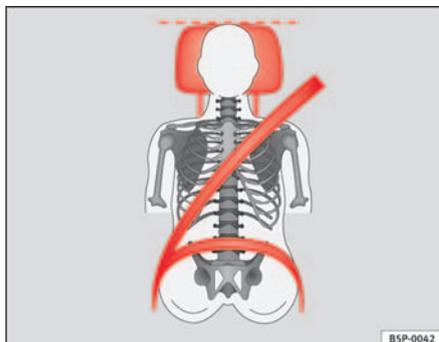
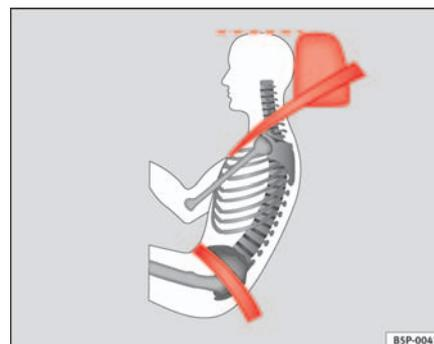

Abb. 71 Von vorne betrachtet: richtig eingestellte Kopfstütze und korrekter Gurtbandverlauf
Abb. 72 Von der Seite betrachtet: richtig eingestellte Kopfstütze und korrekter Gurtbandverlauf
- Stellen Sie die Kopfstützen so ein, dass sich die Oberkante der Kopfstütze möglichst auf einer Linie mit dem oberen Teil Ihres Kopfes, bzw. mindestens auf Augenhöhe befindet ⇒ Abb. 71 und ⇒ Abb. 72.